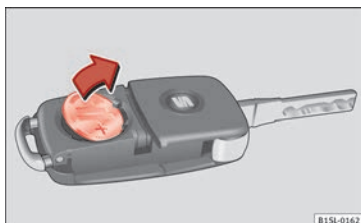

Fig. 31 Chave do veículo: retirar a pilha.
- Extraia a pilha do compartimento com um objeto fino adequado »» Fig. 31.
- Coloque a nova pilha no compartimento, pressionando-a tal como se mostra »» Fig. 31, no sentido contrário ao da seta »» ❷.